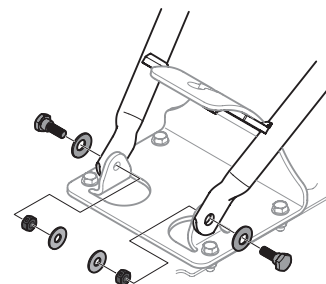

Figure 3
5. Retenez légèrement chaque extrémité des bras aux pattes comme suit : insérez un boulon (0,437 x 0,268 : 5/16 - 18) dans une rondelle Belleville (0,450 x 1,0 x 0,062) avant de le passer dans le trou de l'extrémité du bras et celui du support. Placez une rondelle plate (0,349 x 0,879 x 0,063) sur l'autre côté du trou du support et retenez le tout avec un écrou autobloquant (5/16-18). Voir Figure 3.